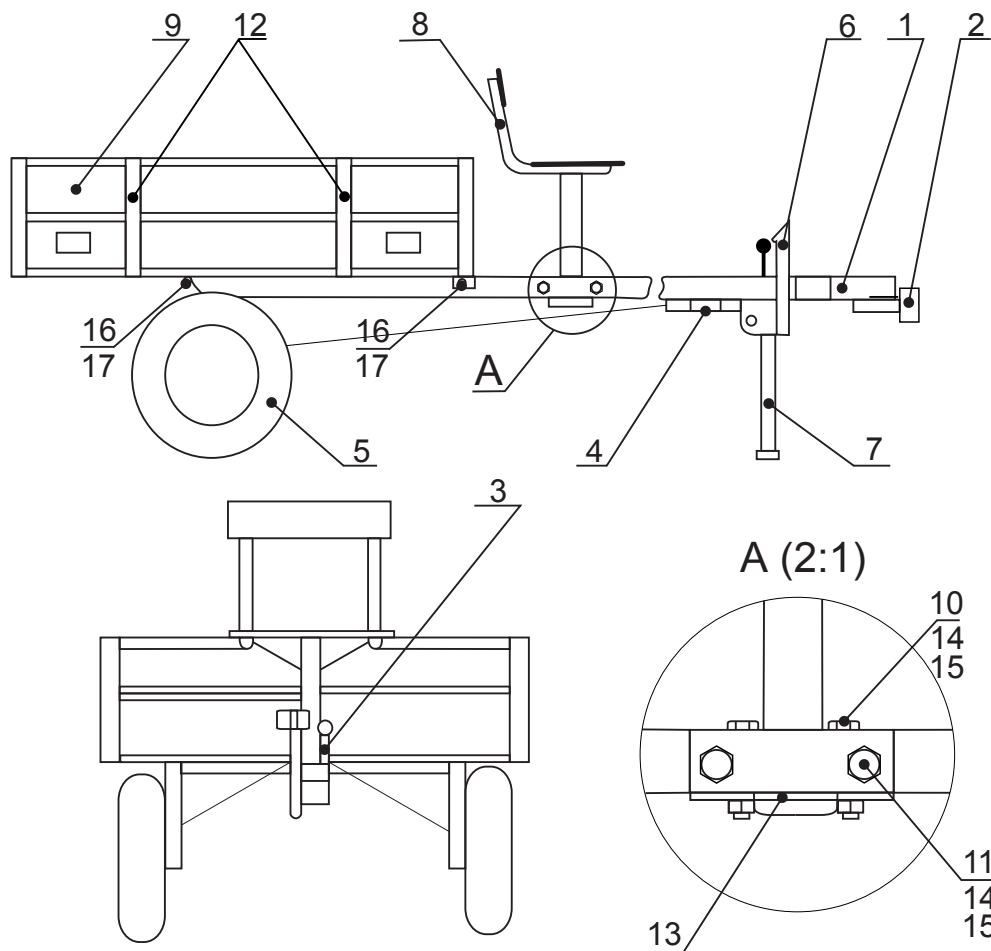

Рис. 1
Тележка прицепная ТПМ одноосная, не подрессорена, общий вид тележки представлен на рис. 1. Кузов (9), опрокидывающийся (вручную) металлический с открывающимся, съёмным задним бортом. Перед передним бортом устанавливается сидение для оператора. Рама (1) представляет собой сварную конструкцию из труб прямоугольного сечения и состоит из двух частей, соединенных между собой шарнирно. В передней части рамы устанавливается сцепка (2) для соединения с мотоблоком через шкворень (входит в комплект мотоблока). Сцепка свободно поворачивается относительно продольной оси, поворот ограничивается пальцем и упорами. На раме установлены: стойка (7), подножка (4), фиксатор стояночного тормоза (3). Торможение тележки в процессе движения осуществляется pedalью тормоза (6).
Разложить раму, поворачивая переднюю и заднюю часть в шарнире. (рис.1)